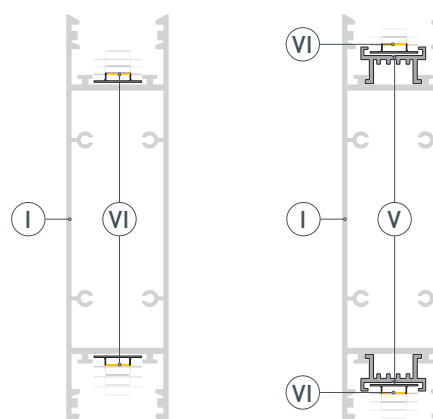

Рис. 2. Профиль с основанием для ленты
- 2** / Установите в профиль ① светодиодные ленты ⑥ на нижнюю и верхнюю площадки для лент. В случае установки профиля с асимметричным экраном необходимо установить основания для лент ⑤, как показано на рис. 2.